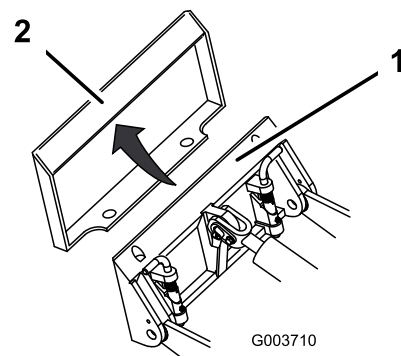

Bild 20
4. Setzen Sie die Befestigungsplatte in die obere Lippe der Aufnahmeplatte am Anbaugerät (Bild 20).